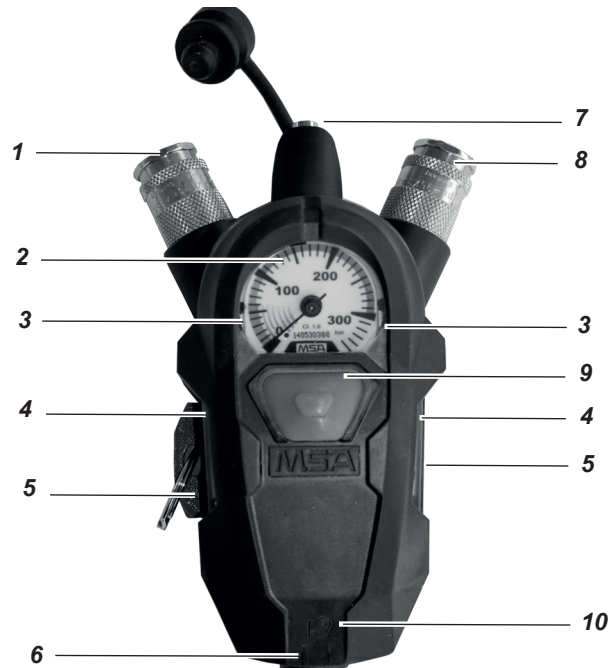

Fig. 1 Vue d'ensemble SingleLine SCOUT
Le SingleLine SCOUT (voir Fig. 1) est connecté à l'extrémité de la SingleLine sur un ARI MSA utilisable. Il comporte le manomètre (2), le raccord de la soupape à la demande (8) ainsi qu'un dispositif d'avertissement acoustique (7) (sifflet d'alerte). Il émet un signal d'avertissement continu lorsque la pression de la bouteille chute en dessous de  $55 \pm 5$  bar. La seconde connexion (1) permet de relier une seconde soupape à la demande (par ex. kit de secours ou RespiHood).